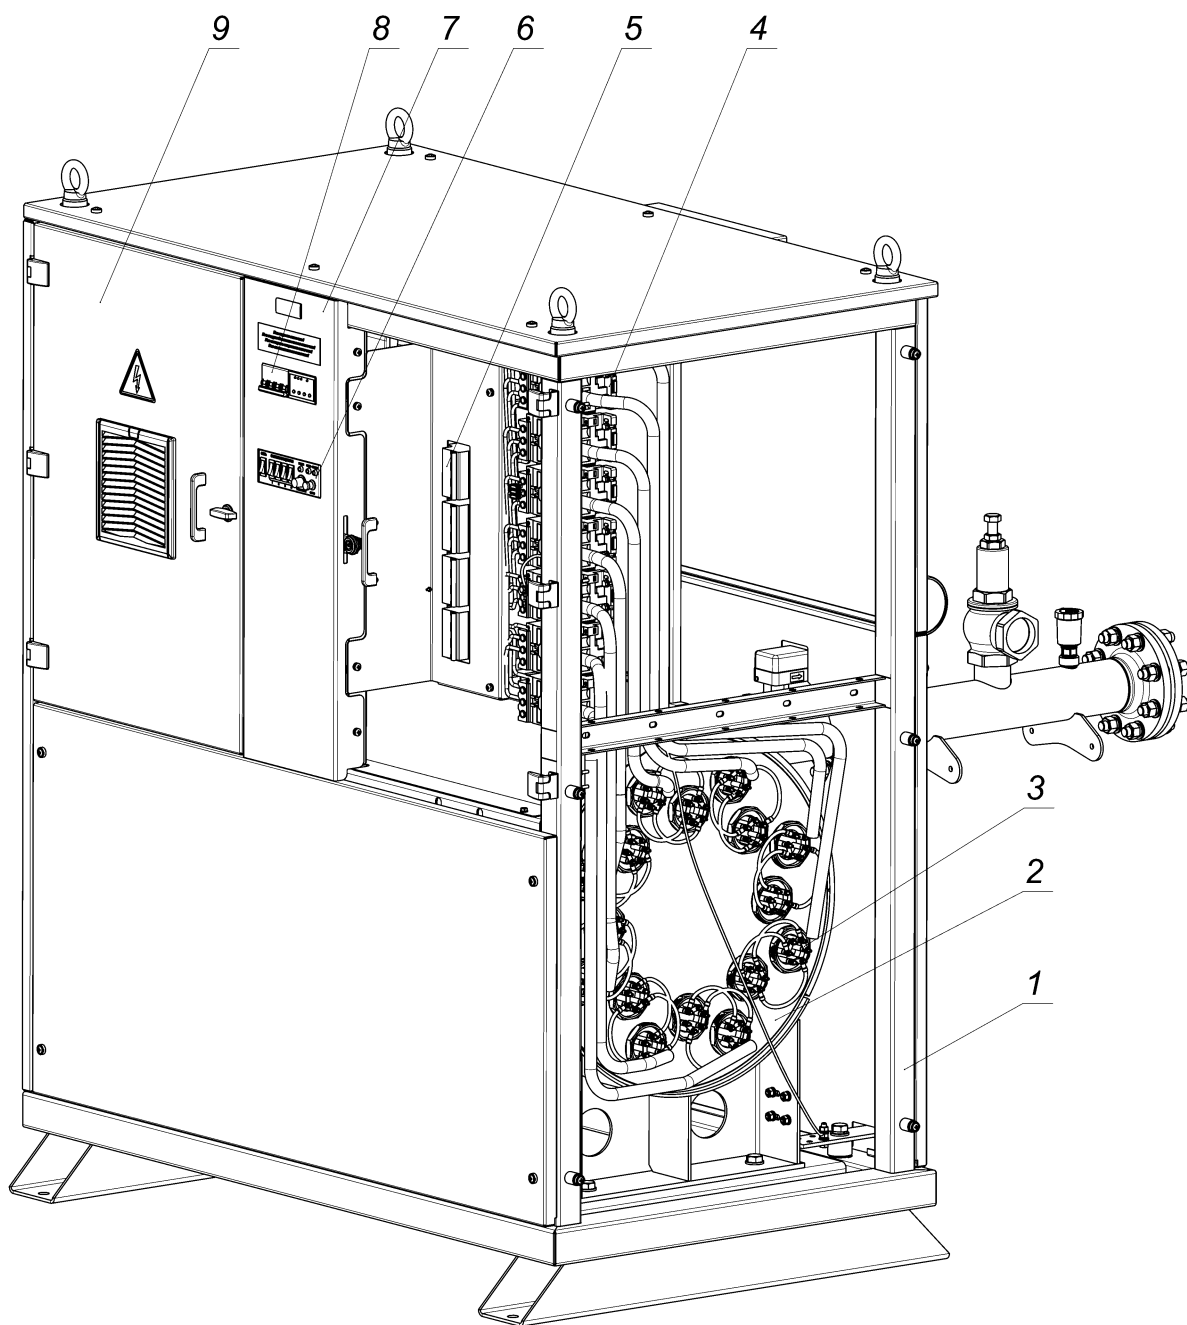
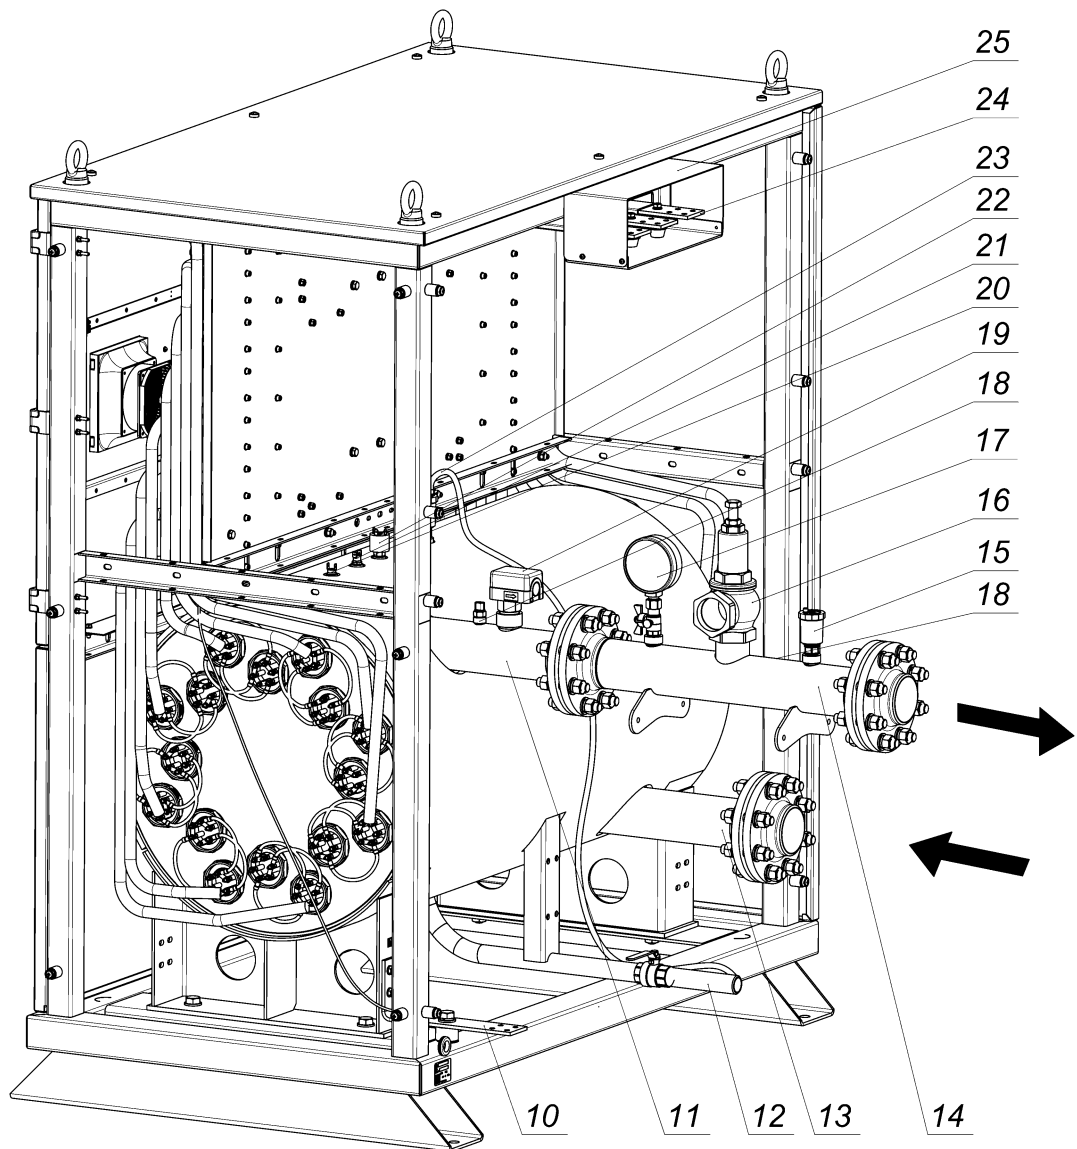

Рисунок 1 .Общий вид прибора на примере исполнения EVAN TITAN 480
Рисунок 2. Общий вид прибора на примере исполнения EVAN TITAN 480
- 9) эксплуатация прибора при открытых дверцах (9), при снятой лицевой панели (7) (рис.1), при снятых ограждающих элементах каркаса прибора (рис.1 поз.1);
Конструкция прибора (на примере EVAN TITAN-480) приведена на рис.1, 2, 3, 4, 5, 6.
В состав прибора входят (Рисунок 1):	В состав прибора входят (Рисунок 2):